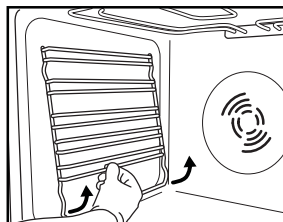

Fig.3
1. Rimuovere le griglie laterali per il supporto degli accessori (Fig. 3).